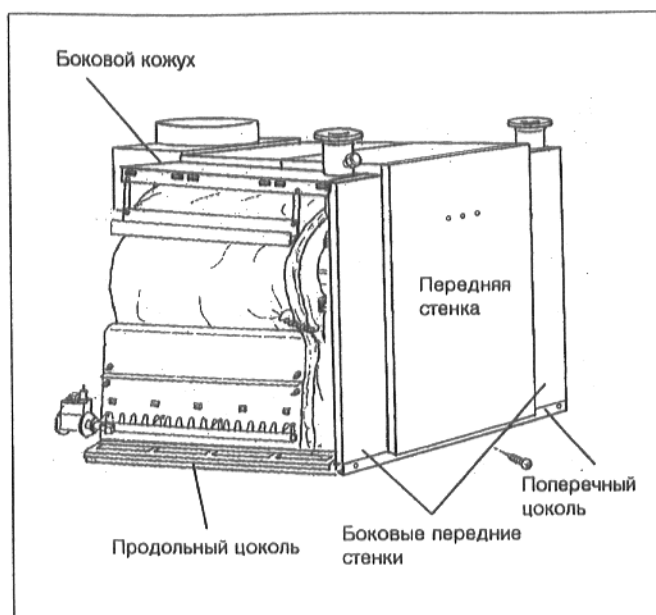

Рис. 35: Типоразмер котла 2 × 16
- Вставить обе боковые передние стенки внизу между продольным и поперечным цоколем и навесить сверху на боковые кожухи (рис. 35).
- Вставить переднюю стенку внизу между боковыми передними стенками и поперечным цоколем, вставить сверху в передний кожух и привинтить внизу к поперечному цоколю (рис.35).
- Навесить обе передние боковые стенки в боковые кожухи и плотно привинтить к продольным цоколям (рис. 35/36).